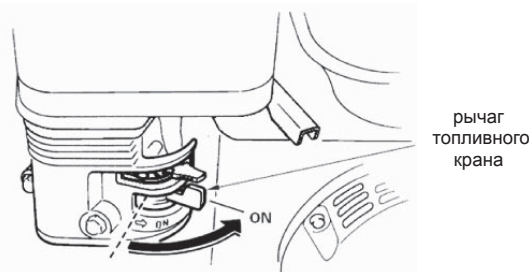

Рис.30
- Откройте топливный кран, переместив рычаг топливного крана в рабочее положение (ON) Рис.30.